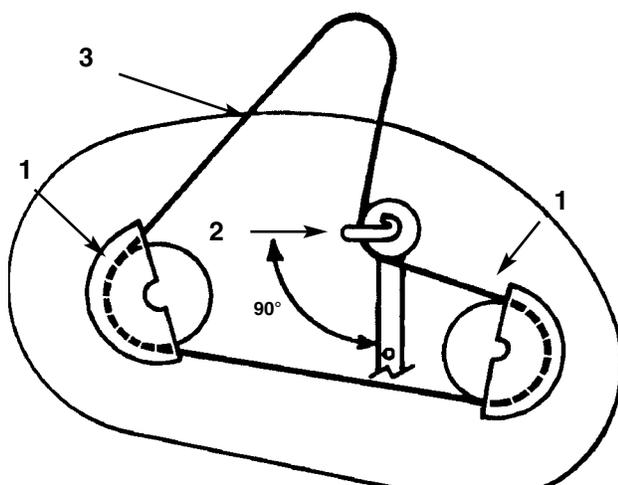

Fig. 47
2. Togliete le viti di fissaggio del coperchio della puleggia ed i coperchi di entrambe le pulegge della lama (Fig. 47).
3. Allentate il bullone ed il dado di fissaggio della puleggia folle e del guidacinghia senza toglierli (Fig. 47).
2. Posizionate il guidacinghia della puleggia folle in modo che sia posizionato a sinistra, a 90° rispetto alla leva di rinvio (Fig. 47). Serrate il bullone di fissaggio ed il dado autobloccante che fissano la puleggia folle ed il guidacinghia.
3. Montate i coperchi delle pulegge sinistra e destra con le viti di fissaggio (Fig. 47).